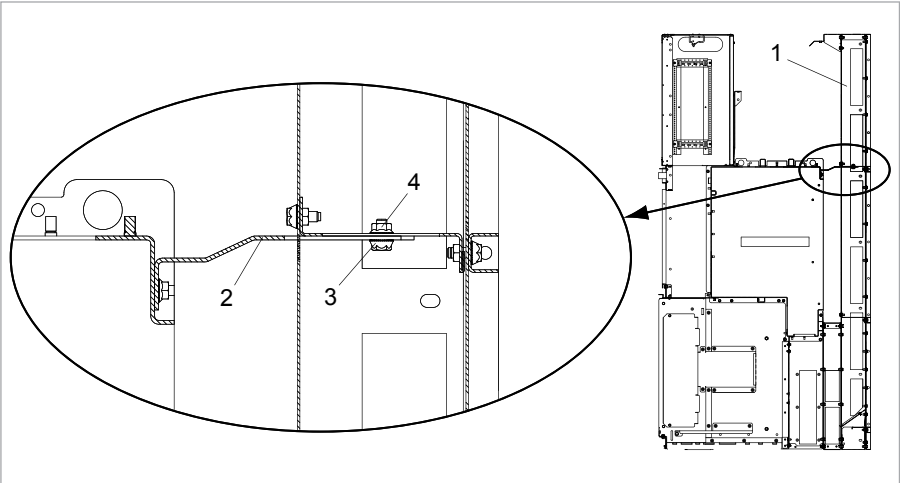

Fig. 56
L'équerre de fixation (exemple Fig. 56, pos. 2) figure parmi les accessoires. Elle est fixée au réservoir de la cellule et au conduit de décharge de pression. Les différentes variantes en fonction de la largeur de cellule, du type de cellule et du courant assigné du jeu de barres sont reprises dans la tableau ci-dessous.